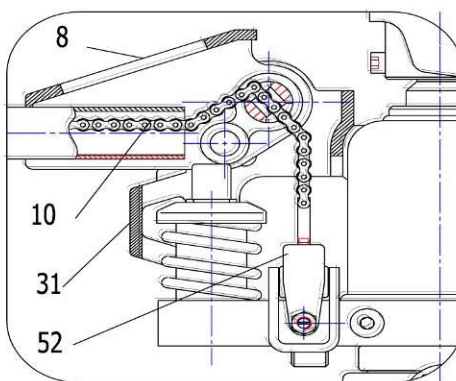

Рисунок 2.
- Установите шнек и гайку на конце цепи (10) в паз опорного корпуса рычага (52). (см. рисунок 2 и 4).
- Согласно рисунку 3 установите рукоятку (8) в горизонтальное положение, выньте штифт В, сохраните его, он понадобится при следующей замене ручки.
- Вытяните фиксатор (23), согласно рисунку 1.
- Вставьте корпус рукоятки (8) в отверстие А. Соедините корпус рукоятки (8) с насосом (31) с помощью фиксатора (23).
- Затем проденьте эластичный штифт через фиксатор (23), чтобы зафиксировать деталь.
- Проведите цепь (10) через отверстие в фиксатор (23). (см рисунок 2).